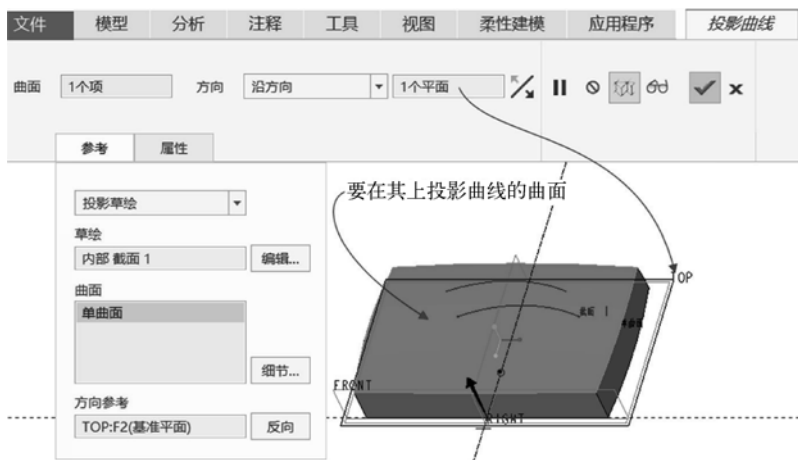

图 7-159 投影设置
④ 选择要在其上投影曲线的曲面，方向选项为“沿方向”，接着激活“方向参照”收集器，选择 TOP 基准平面，如图 7-159 所示。